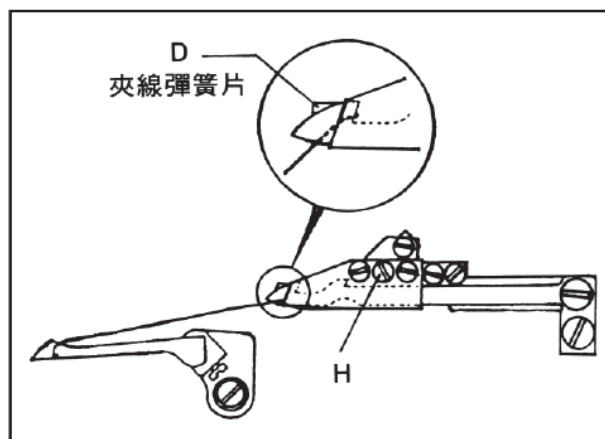

Рис. 41
3. Обрезка нити петлителя осуществляется, зажимной пружиной и подвижным ножом. Чтобы увеличить давление обрезки, поверните винт (H) по часовой стрелке, чтобы уменьшить давление, поверните винт (H) против часовой стрелки (см. Рис. 41)